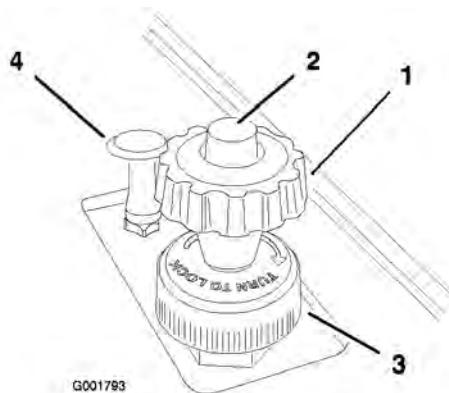

図 22
- ボタンを押しながら、ノブを引き上げ、リミッタがアクセル・ペダルに当たったのが足に感じられたら、ボタンから指を離す(図 22)。
- 希望する速度にセットされたら、速度リミッタの根元にあるロック・ダイヤルを右に回して設定を固定する(図 22)。ロックを解除する場合には、このダイヤルをゆるめる。